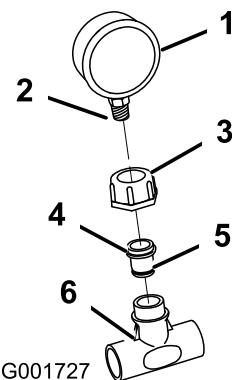

Figura 12
para apertar o parafuso no indicador de pressão (Figura 12).
11. Instale o indicador de pressão no T de plástico (Figura 12).